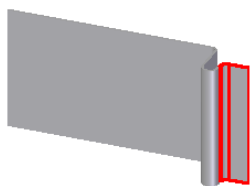
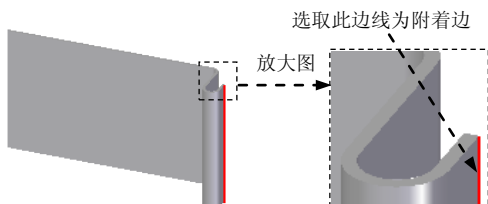

图 8.11.9 弯边特征 2
图 8.11.10 定义附着边
(3) 定义卷边类型及属性。在命令条中的单击“外侧折弯”按钮, 单击“卷边选项”按钮, 系统弹出“卷边选项”对话框; 在“卷边轮廓”区域中的“卷边类型 (T):”下拉列表中选择“开口”选项; 在“① 折弯半径 1:”文本框中输入值 2.5, 在“② 弯边长度 1:”文本框中输入值 5.0; 单击“确定”按钮, 然后单击右键。
(4) 单击命令条中的“完成”按钮, 完成特征的创建。
Step5. 创建图 8.11.9 所示的弯边特征 2。
(1) 选择命令。单击“主页”功能选项卡“钣金”工具栏中的“弯边”按钮.
(2) 定义附着边。选取图 8.11.10 所示的模型边线为附着边。
(3) 定义弯边类型。在命令条中单击“完全宽度”按钮, 在“距离:”文本框中输入值 10, 在“角度:”文本框中输入值 90, 单击“内部尺寸标注”按钮和“材料外侧”按钮; 调整弯边侧方向向外, 如图 8.11.9 所示。
(4) 定义弯边属性及参数。单击“弯边选项”按钮, 取消选中“使用默认值*”复选框, 在其“折弯半径 (R):”文本框中输入值 2.0, 单击“确定”按钮。
(5) 单击“完成”按钮, 完成特征的创建。